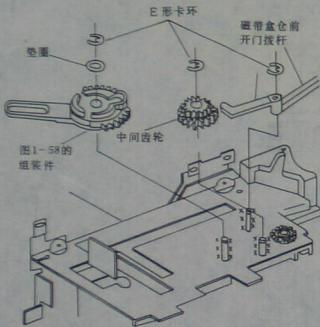
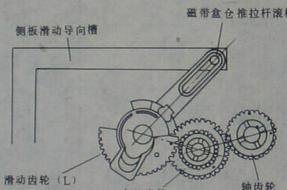

图 1-62 磁带盒仓左侧各个齿轮的组装 (1)
图 1-63 磁带盒仓左侧各个齿轮的组装 (2)
(6) 参看图 1-62、图 1-63, 组装磁带盒仓左侧的各个齿轮。